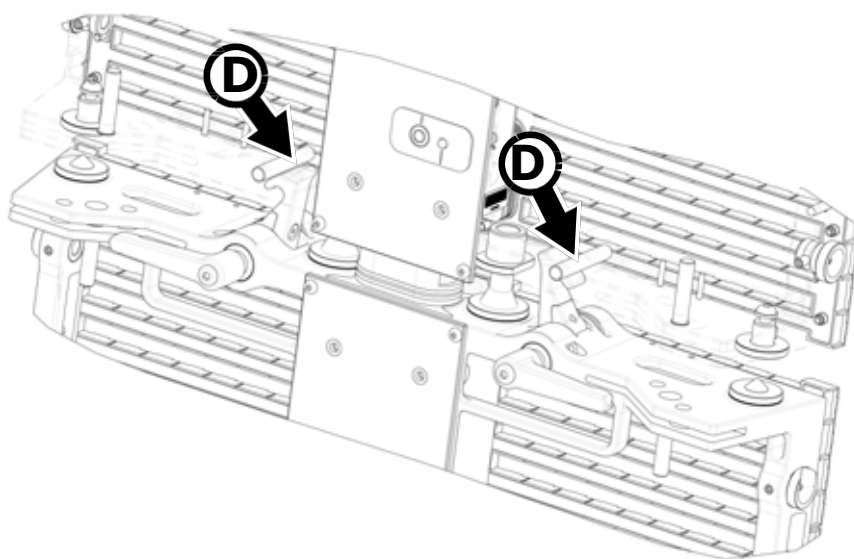

Рисунок 11: Непродвинутые крюки на штырях блокировки (вид в разрезе)
4. См. рисунок 11. Продолжать поднимать экран так, чтобы штыри блокировки **D** контактного блока или экрана сверху продвинули запирающие крюки с пружинным механизмом.